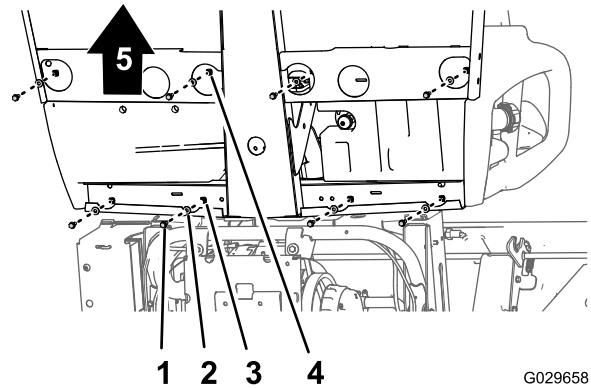

Figura 44
1. En la parte inferior de la máquina, retire los 8 pernos con arandela prensada y las 8 arandelas que sujetan la base de los asientos a la chapa de suelo y al perfil trasero de la cabina (Figura 44).
2. Levante cuidadosamente el asiento, la base de los asientos y los cables del freno de estacionamiento de la máquina (Figura 44).
1. Levante los asientos y la base de los asientos, colóquelos en la máquina y conecte los cables de freno al chasis (Figura 44 y Figura 45).
2. Alinee los taladros de la base de los asientos con los taladros de la chapa de suelo y del perfil trasero de la cabina (Figura 44 y Figura 45).